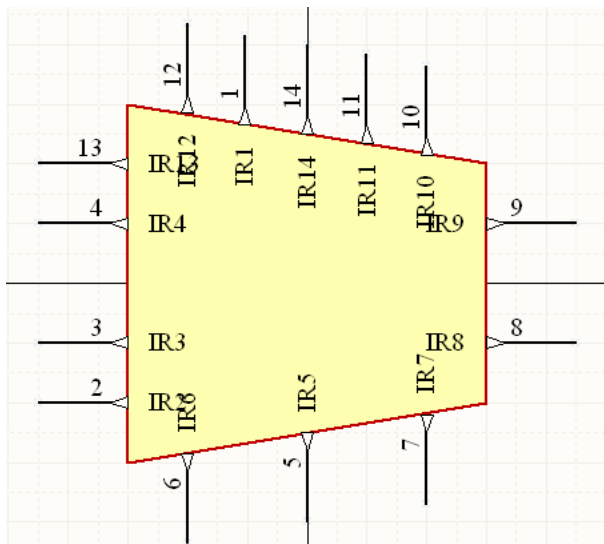

图 5.9 布置引脚位置
(15) 按照图 5.9 所示位置，布置其他引脚，布置过程中可使用键盘的空格键旋转引脚，布置时只需注意引脚的编号正确，引脚名称和类型可在下一步进行编辑更正。